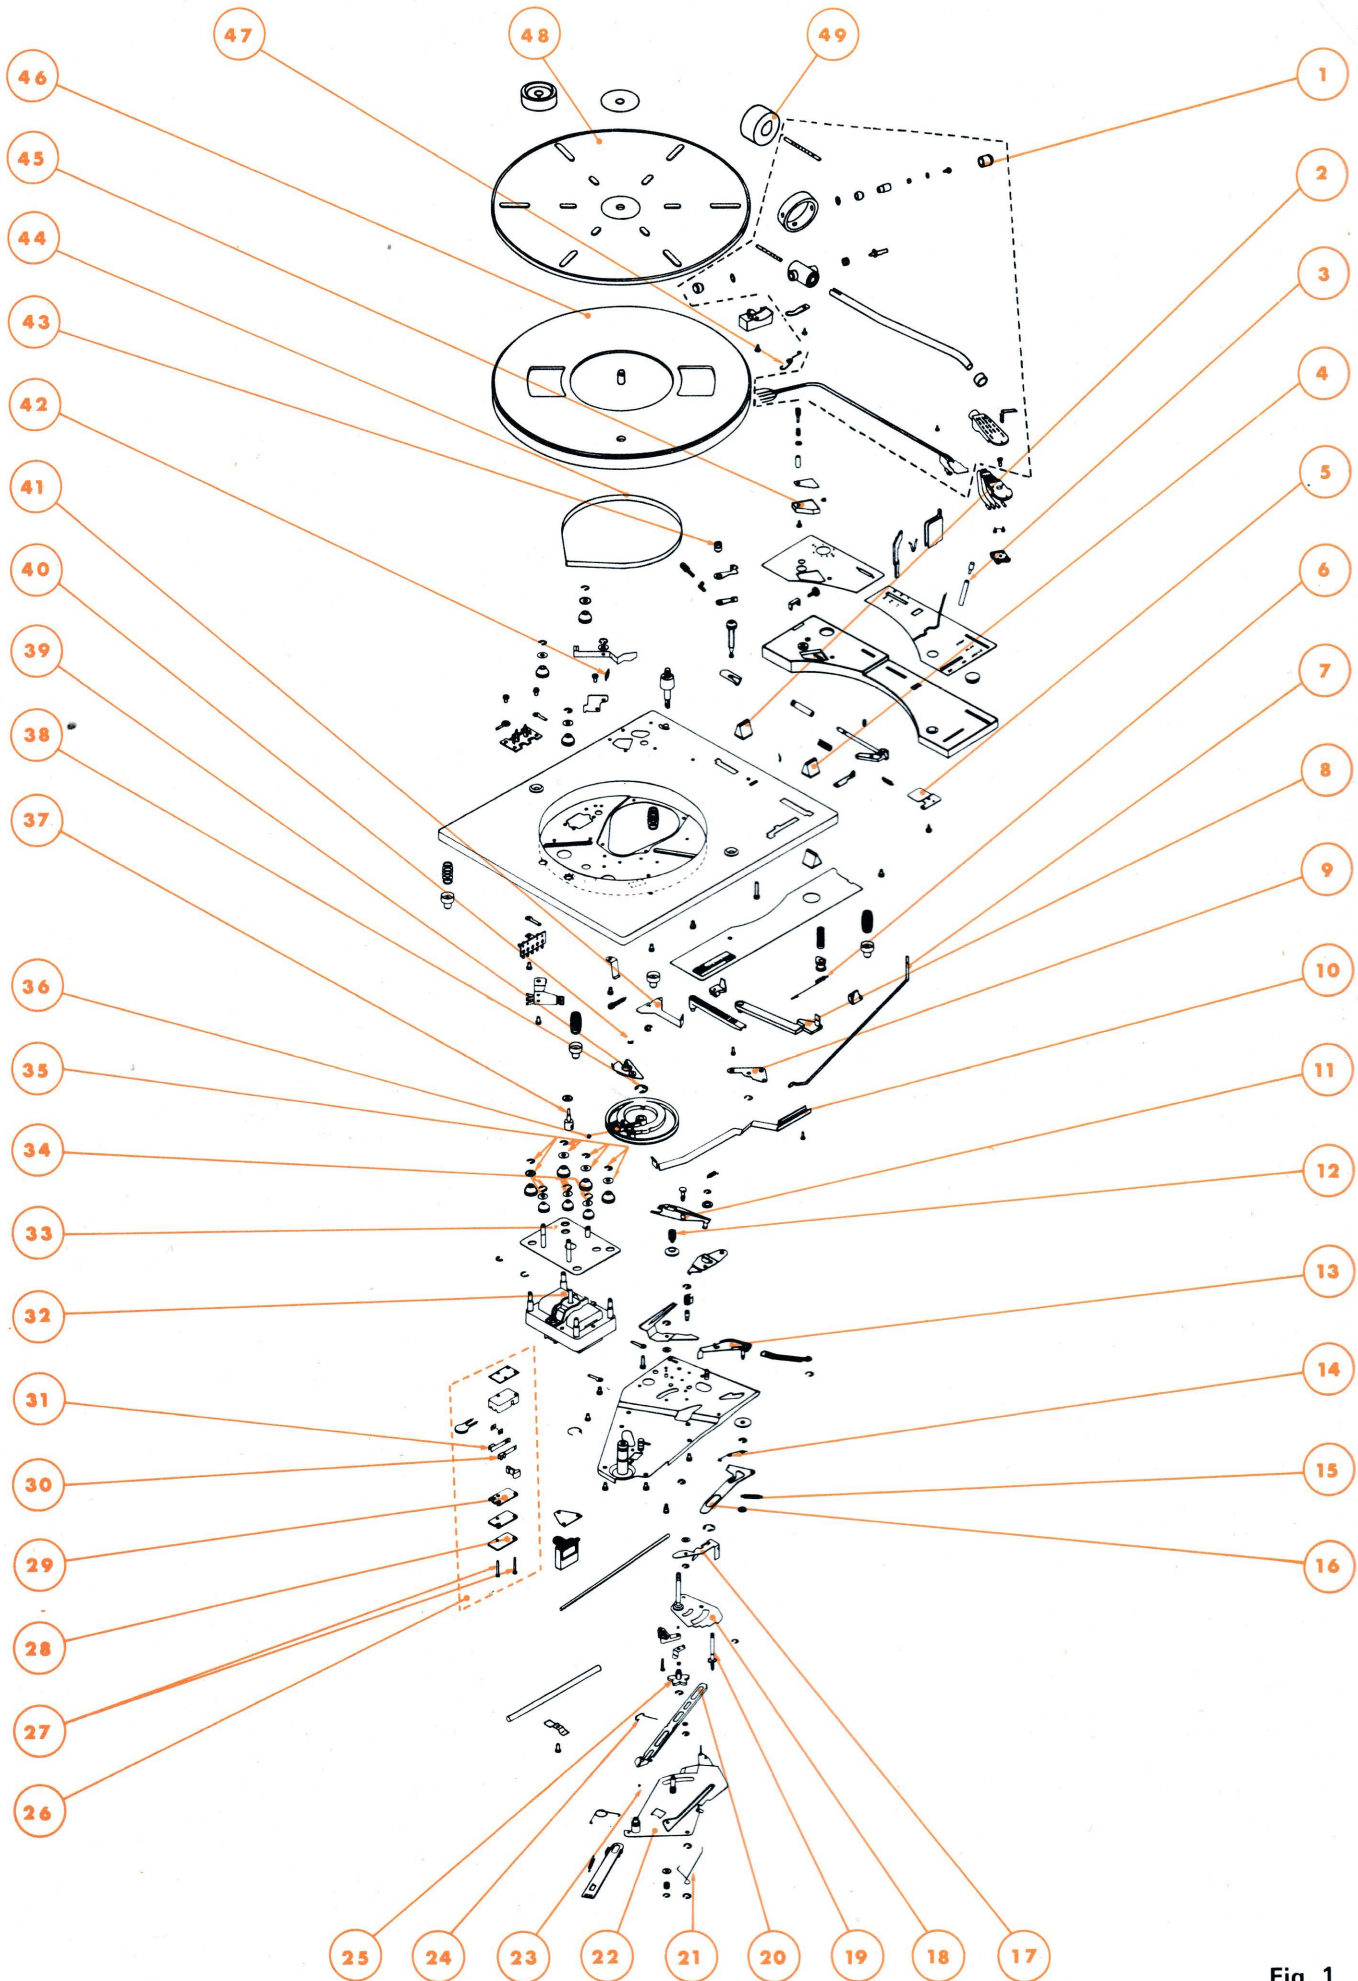
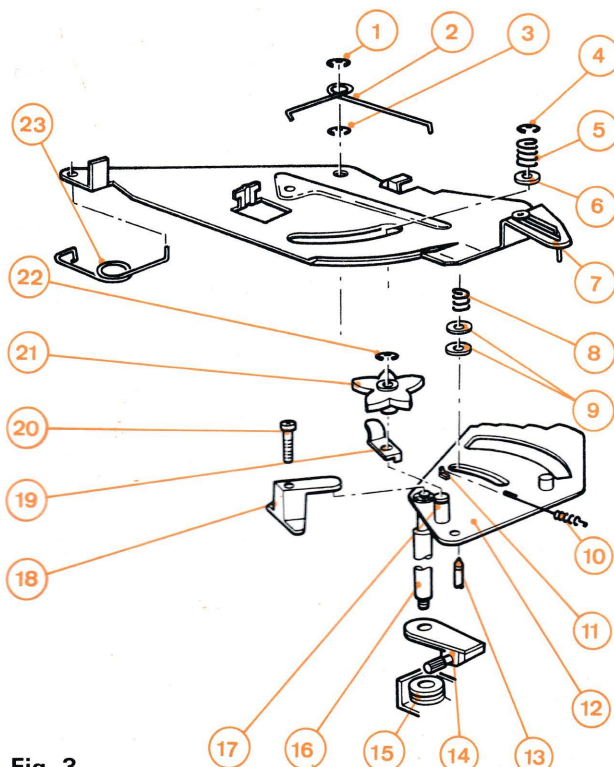

Fig. 1
Fig. 3
A – DEPART (Fig. 1)
B - LEVEE, DEPLACEMENT ET POSE DU BRAS SUR LE DISQUE (Fig. 1)
C – FIN DE LECTURE (Fig. 1)
D – MECANISME D'ARRET (Fig. 1)
B – POSE DU BRAS DE LECTURE SUR LE DISQUE (Fig. 1)
- 1° - Retirer le couvre plateau (48) (Fig. 1).
- 2° - Enlever l'anneau d'arrêt (C).
- 3° - Dégager la courroie d'entraînement (D) du guide du levier de changement de vitesses (E) et de la poulie du moteur (F).
- 4° - Tirer verticalement le plateau (G) en le saisissant entre le pouce et l'index par les fenêtres (A) et (B).
- 5° - Placer la courroie d'entraînement (D) sur le tambour du plateau. Lors de cette opération, intercaler votre pouce entre le tambour et la courroie et veiller à ce que celle-ci ne soit pas vrillée.
- 6° - Remettre en place le plateau (G).
- 7° - A l'aide de votre pouce placer la courroie sur la poulie du moteur (F) et entre les joues de l'étrier du levier de changement de vitesse (E).
- 8° - Remettre l'anneau d'arrêt (C) et le couvre plateau (48) (Fig. 1).
B – DEMONTAGE DU MOTEUR (Fig. 1)
C – DEMONTAGE DU BRAS DE LECTURE (Fig. 1)
- 2° - Placer la manette de fonctions (4) sur la position « **DEPART** » pour déverrouiller le bras de lecture de son support.
- 3° - Retirer le contre-poids (49) du bras de lecture (1).
- 4° - Enlever le ressort à épingle (47) de la gorge de l'axe (43).
- 5° - Retirer le bras de lecture (1).
D – DEMONTAGE DE LA CAME (36) (Fig. 1)
- 2° - Retirer l'anneau d'arrêt (38).
- 3° - Enlever l'ensemble came (36) et cliquet d'arrêt (39) de la table de lecture.
- 4° - Retirer l'anneau d'arrêt (40) pour séparer le cliquet d'arrêt (39) de la came (36).
E – DEMONTAGE DE LA CAME DU BRAS DE LECTURE (Fig.3)
- 3° - Retirer les ressorts (2), (5), (23) la rondelle (6), puis l'anneau d'arrêt (3).
- 4° - Enlever la platine de commande (7) de l'ensemble mécanique de la table de lecture.
- 5° - Retirer le ressort antiskating (10) de l'œillet (11).
- 6° - Dévisser la vis (20) pour enlever l'étrier (18).
- 7° - Enlever l'anneau d'arrêt (22).
- 8° - Déboîter l'embout plastique de came (21) de l'axe (17), puis enlever la lame ressort (19).